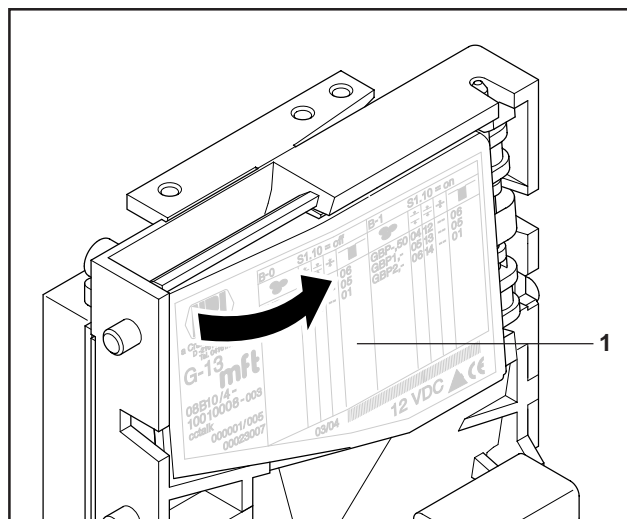

Abb. 7: Laufbahnträger des Münzprüfers aufklappen
- 2 Laufbahnträger 1 auf der linken Seite vorsichtig aufklappen und offen halten (Abb. 7).